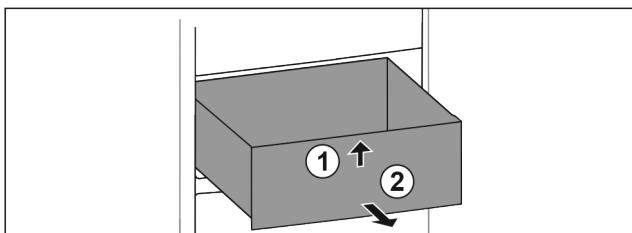

Fig. 61
- Повдигнете чекмеджето отпред. Fig. 61 (1)
- Извадете чекмеджето напред. Fig. 61 (2)